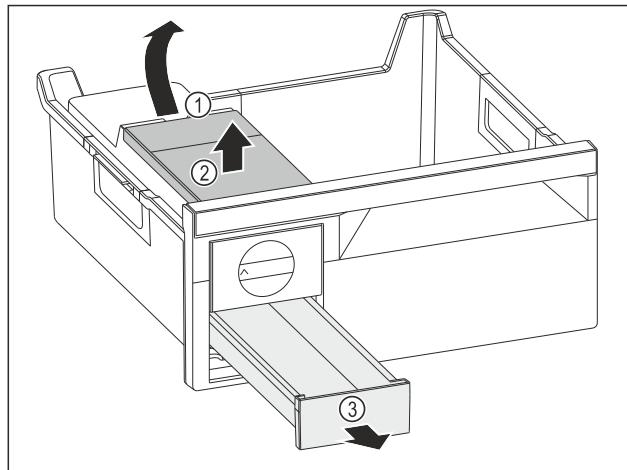

Fig. 86
- Изваждане на резервоара за вода: Повдигнете резервоара за вода при прореза Fig. 86 (1).
- Извадете резервоара за вода Fig. 86 (2) нагоре.
- Извадете чекмеджето за ледени кубчета Fig. 86 (3) напред.